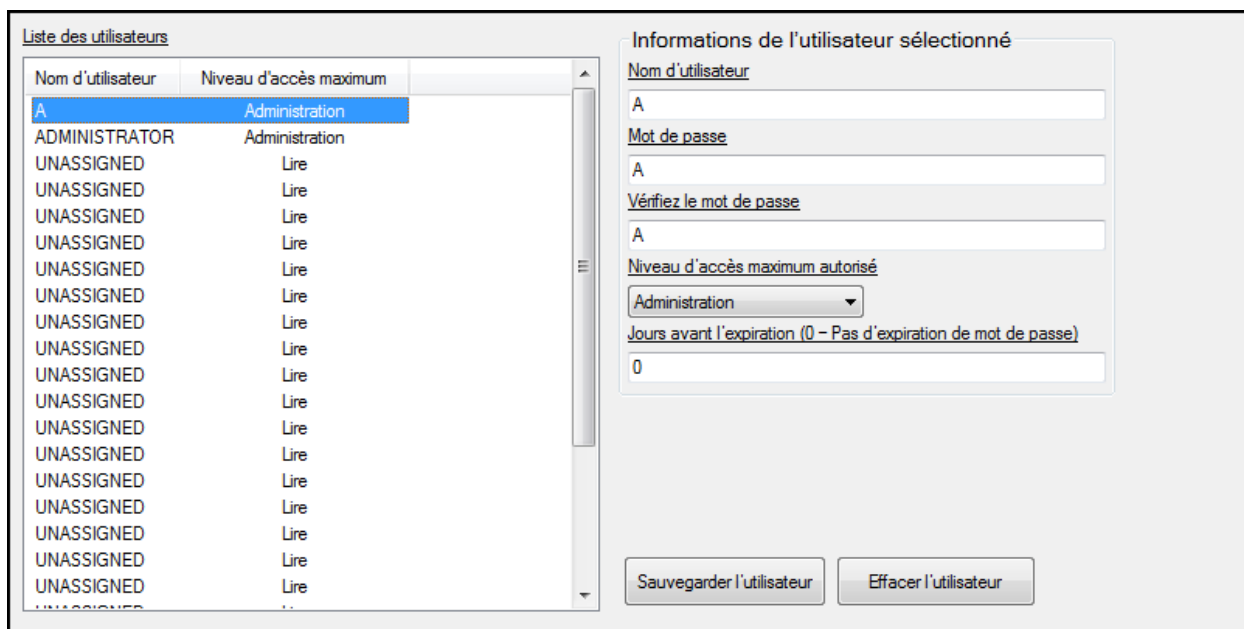

Figure 2-2. Écran Définition du nom de l'utilisateur
- Seul l'administrateur peut modifier des noms d'utilisateur et des mots de passe dans l'écran Définition du nom de l'utilisateur (Figure 2-2). Les noms d'utilisateur et les mots de passe peuvent contenir jusqu'à 16 caractères et doivent se composer de lettres majuscules et minuscules, de chiffres et de caractères spéciaux.